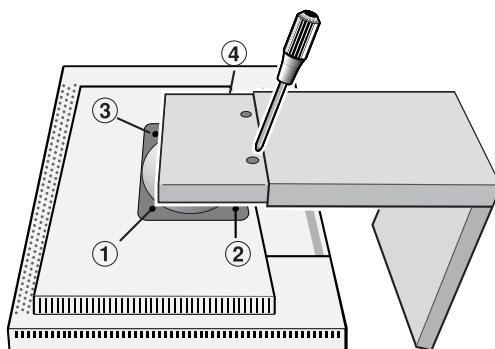

Figure S.2
4. Enlevez les quatre vis qui maintiennent le moniteur au support et soulevez l'ensemble support (**Figure S.2**). Vous pouvez maintenant monter autrement le moniteur.